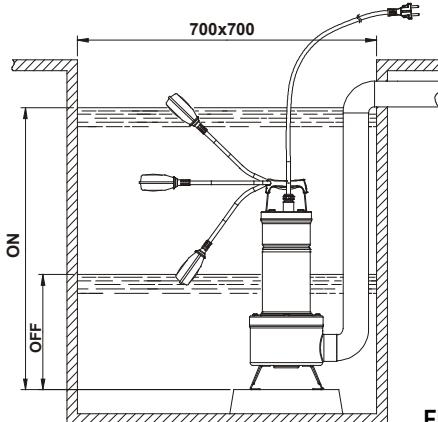

Fig.1
- 4.1 Si le fond du puits où la pompe doit fonctionner est particulièrement sale, il est bon de prévoir un support pour poser la pompe afin d'éviter que la crêpine d'aspiration se bouche (**Fig.1**)
- 4.4 Pour la version munie d'interrupteur à flotteur, contrôler que celui-ci peut bouger librement (VOIR PARAGRAPHE REGLAGE INTERRUPTEUR A FLOTTEUR). Prévoir des puisards ayant les **dimensions minimum** indiquées dans la **Fig.1**. Le puisard devra toujours être dimensionné également en fonction de la quantité d'eau en arrivée et du débit de la pompe de manière à ne pas soumettre le moteur à un nombre excessif de démarriages.